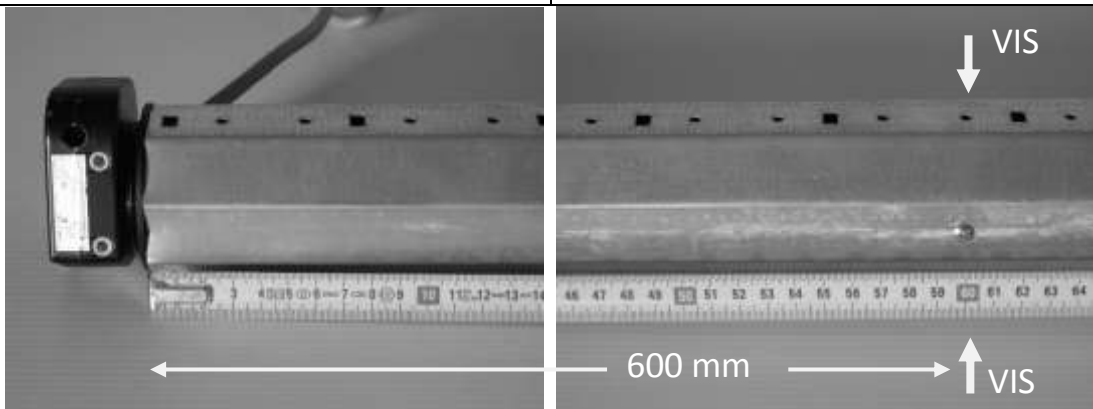

Figure 4
- d. Enfiler le moteur et son chariot à l'extrémité libre de l'arbre. Visser ensuite l'embout du moteur à travers l'arbre à l'aide des deux vis auto-foreuses 10 mm à la distance précise de 600 mm de l'extrémité du tube acier (fig. 4)